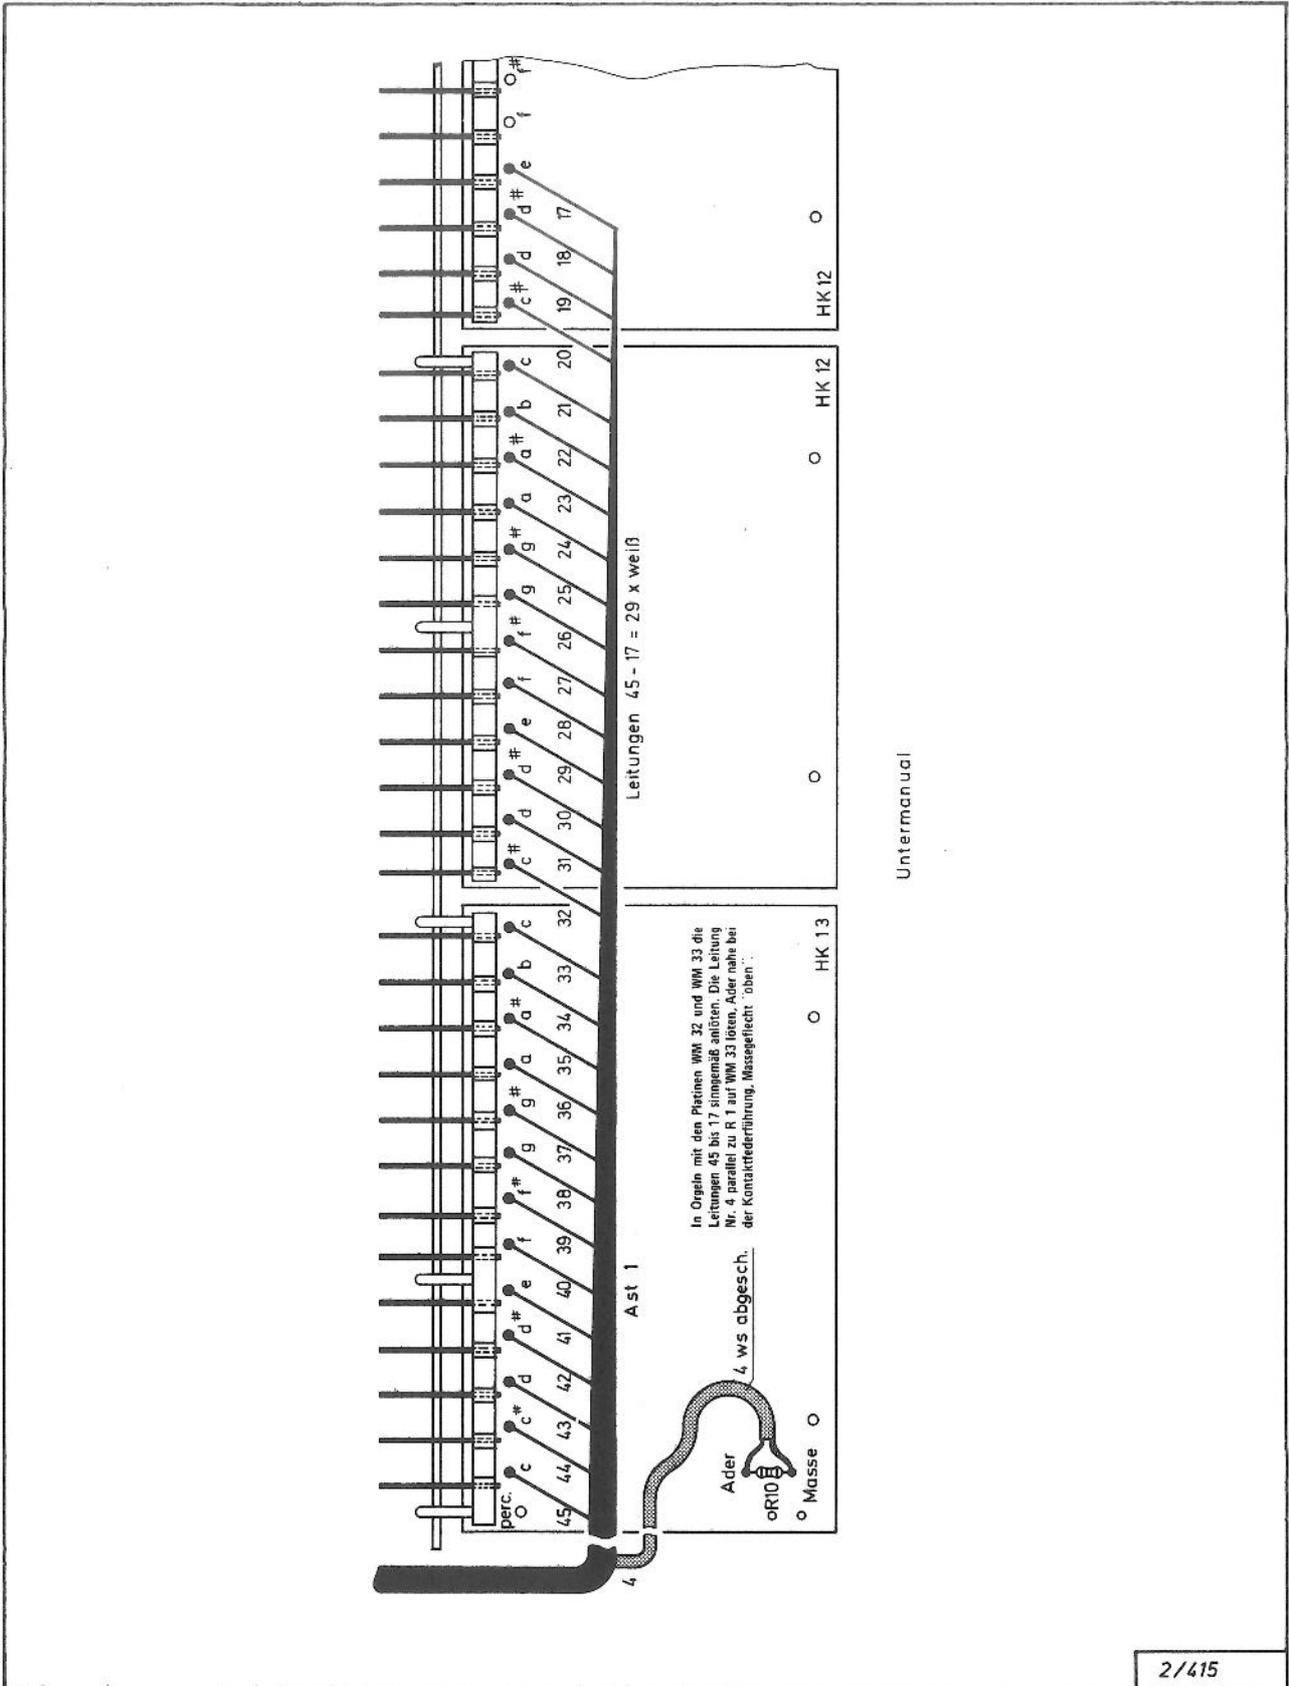

Abb. 29: Ast 1 am Untermanual
**Leitung 4** (weiß abgeschirmt) greift den Triggerimpuls der Hüllkurvenplatine des Untermanuals ab. Achten Sie auf die Zusatzhinweise in Abb. 29, wenn Sie ein WM III eingebaut haben!